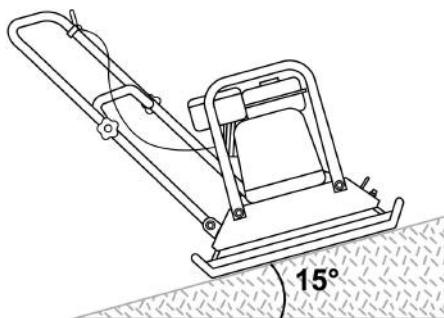

Рис. 13 Максимальный угол наклона виброплиты
- Будьте предельно внимательны при работе на склонах. Максимальный угол наклона не должен превышать 15° (Рис. 13).